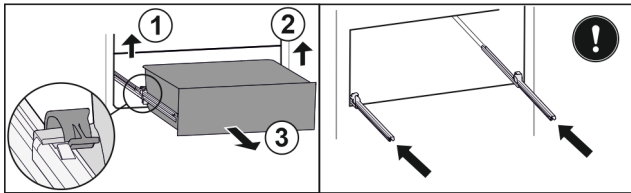

Fig. 120
- ▶ Levante la brida izquierda y, simultáneamente, tire de la parte izquierda del cajón hacia delante. Fig. 120 (1)
- ▶ Levante la brida derecha y, simultáneamente, tire de la parte derecha del cajón hacia delante. Fig. 120 (2)
- ▶ Extraiga el cajón hacia delante. Fig. 120 (3)